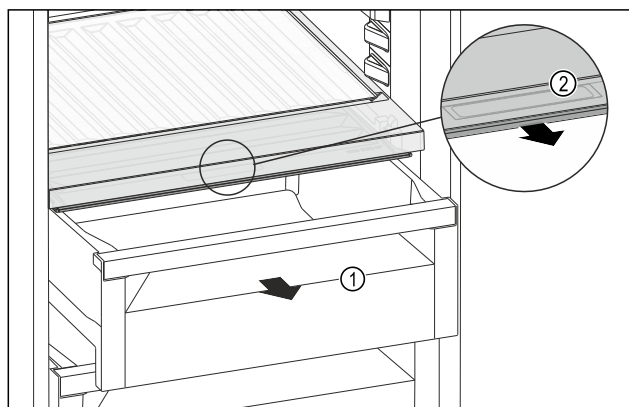

Fig. 117
- Zásuvku Fig. 117 (1) vytáhněte.
- Uchopte prohlubeň pro rukojeť Fig. 117 (2) na víko zásuvky a současně zatáhněte za víko zásuvky směrem dopředu.